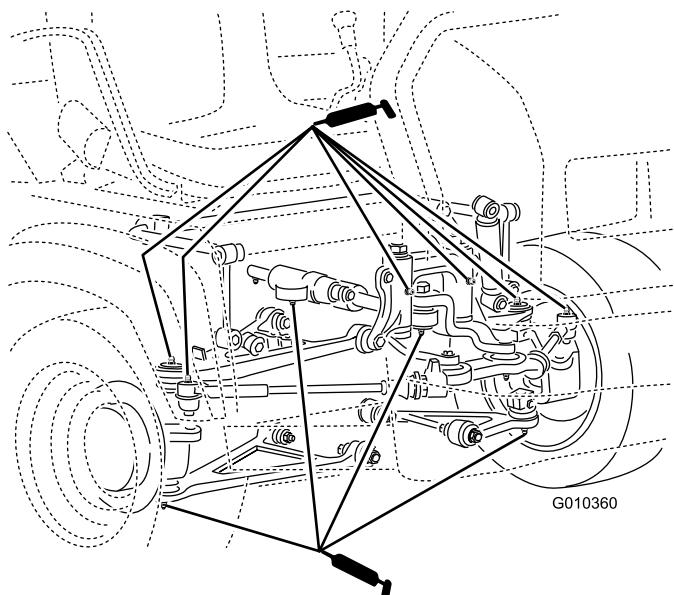

Figure 29
- **Rotules (4)** ; voir Figure 29
- **Biellettes de direction (2)** ; voir Figure 29
- **Supports de pivot (2)** ; voir Figure 29
- **Vérin de direction (2)** ; voir Figure 29